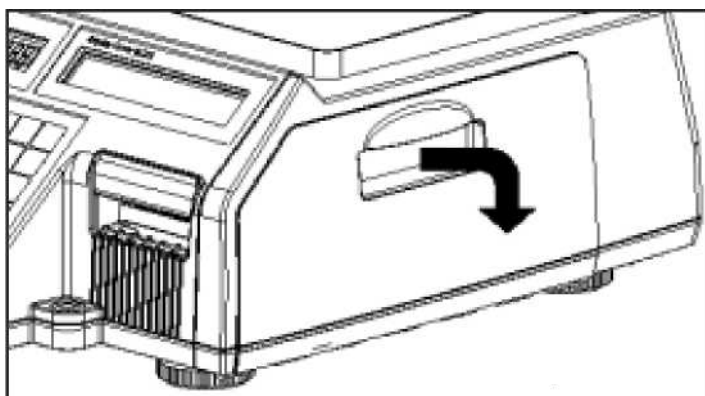

Рисунок 1.11 – Открытие крышки
1. Отключите питание весов тумблером **ON/OFF**, расположенным на днище весов. Откройте крышку отсека принтера (см. рисунок 1.11).